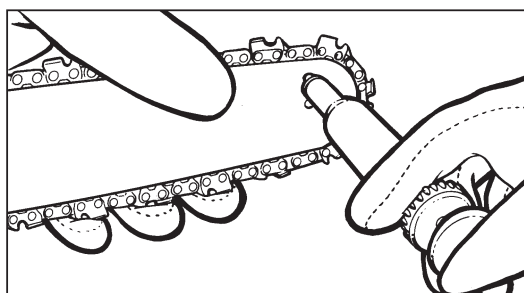

Рис. 20
3. Возьмите одноразовый смазывающий шприц (не входит в комплект поставки), вставьте иглу в отверстие для смазывания и впрысните смазку, чтобы она выступила на внешнем краю звездочки (Рис. 20).